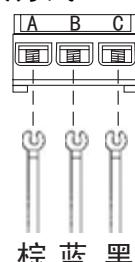

图15
- 将连接电缆按不同颜色的线牢固的固定到接线盖板相对应的位置，紧固力矩（5kgf·cm）。（如图15）